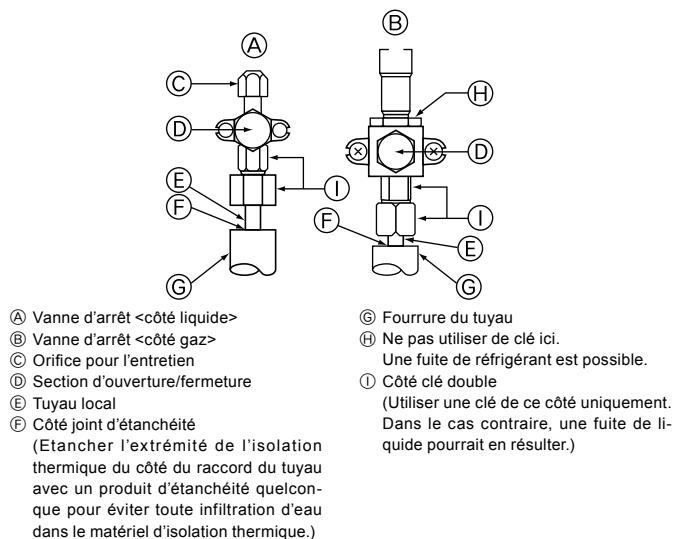

Fig. 4-5
- ③ Une fois les tuyaux de réfrigérant raccordés, vérifier les éventuelles fuites de gaz dans les tuyaux raccordés et l'appareil intérieur. (Voir 4.4. Test d'étanchéité des tuyaux de réfrigérant.)
- ④ Une pompe à vide haute performance est branchée sur l'orifice de service de la vanne d'arrêt de liquide de façon à maintenir une dépression suffisamment longue (une heure minimum une fois que le relevé -101 kPa (5 Torr)) est atteint pour sécher sous vide l'intérieur des tuyaux. Toujours contrôler le degré de dépression indiqué par le manomètre. Si les tuyaux présentent toujours une certaine humidité, le degré de dépression peut ne pas être atteint suite à une opération de séchage sous vide brève.
- ⑤ Appliquer un agent d'étanchéité sur les extrémités de la gaine autour des sections de raccordement du tuyau afin d'empêcher l'eau de pénétrer dans l'isolation thermique.
4.4. Test d'étanchéité des tuyaux de réfrigérant (Fig. 4-5)